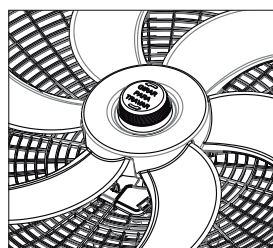

Figura 05
6. Encaixar a Hélice no eixo do motor. Alinhar a chaveta do Furo da Hélice com a chaveta do eixo do motor para um perfeito encaixe (Ver figura 05).